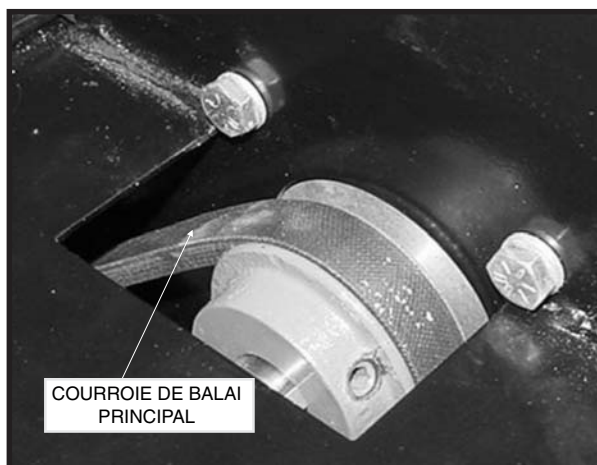

Fig. 62
1. Vérifier le réglage de la tension de courroie comme indiqué sur la figure 62.